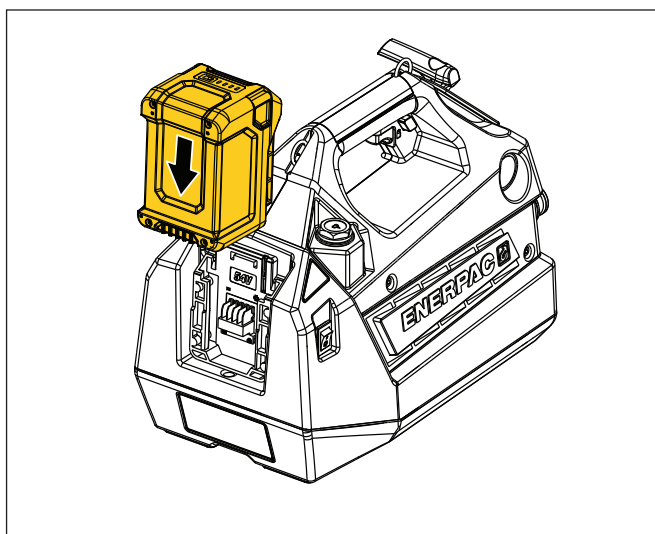

图 3: 电池安装 (典型)
- **安装电池：**将电池完全滑动插入到无绳液压工具后部的电池仓中。确保电池锁定到位。请见图 3。